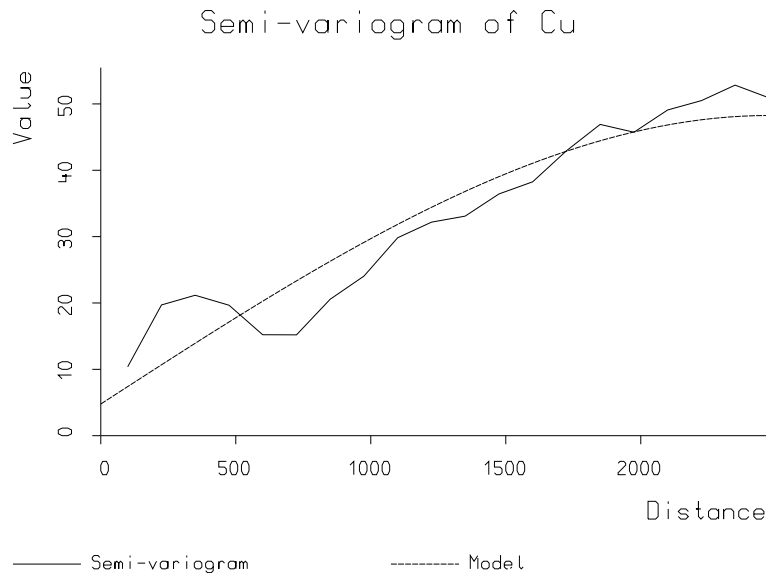

Abbildung 1: Sphärisches Modell von Cu
43. Schätzen Sie ein empirisches und dann ein theoretisches sphärisches Variogrammmodell ähnlich der folgenden Grafik (Abbildung 1):